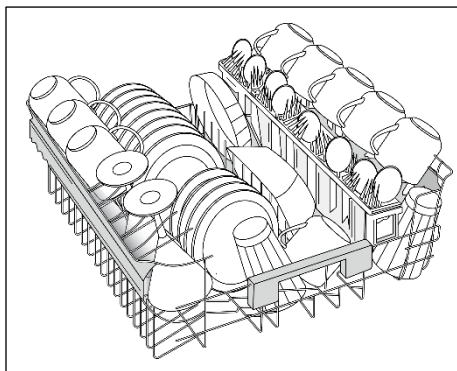

Fig. 1
- Es necesario un grifo en el extremo del tubo de carga para aislar la máquina de la red cuando no está en funcionamiento (fig. 1 B).
2. Sujete la cesta a ambos lados y tire de ella hacia arriba (fig. 1).
1. Sujete la cesta a ambos lados y tire de ella suavemente hacia arriba (fig. 1);
Una carga estandard diaria está representada en la fig. 1
- Para extraer el sistema filtrante basta levantarlo estirando del mismo (fig. 1).